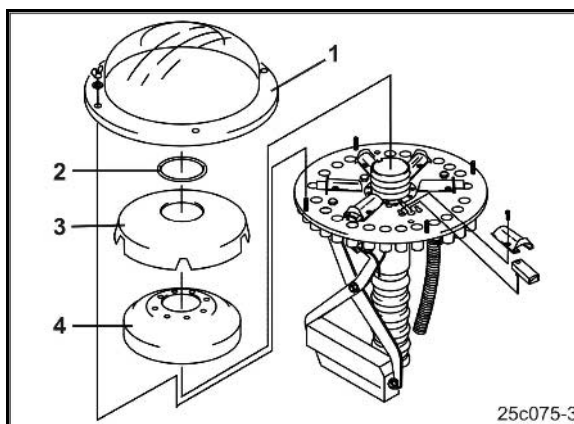

Рис. 127
1. Демонтируйте внешнюю крышку распределителя (Рис. 127/1).
2. Rin Демонтируйте кольцо g (Рис. 127/2).
3. Демонтируйте внутреннюю крышку распределителя (Рис. 127/3).
4. Демонтируйте пенопластовую вставку (Рис. 127/4).